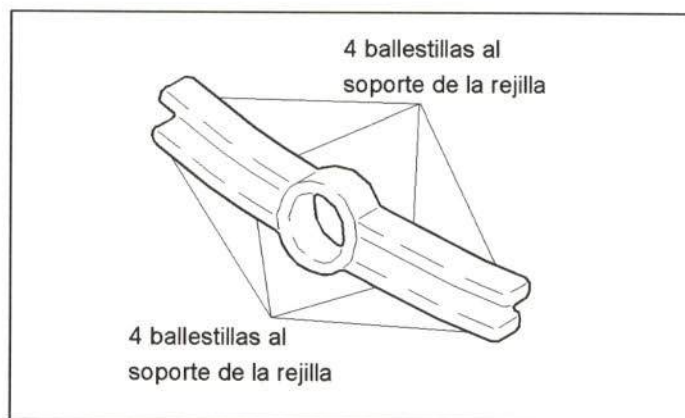

Figura 17.- Unión de la rejilla frontal
En la figura 17 se muestra la unión de la rejilla frontal con el resto de la carrocería.
- Rejilla frontal (ver figura 17).